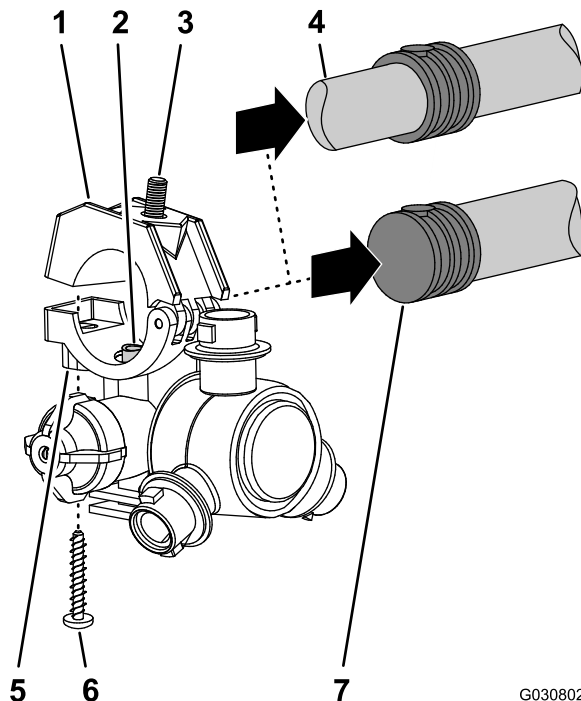

Figura 121
5. Lavorando con gli 8 ugelli dell'irroratrice rimossi al passaggio 1, rimuovete le viti in acciaio inox (n. 12 x 1 1/4") che fissano le metà superiori delle fascette e i portagomma dentellati singolo o doppio (3/4") al corpo di ciascun ugello dell'irroratrice e rimuovete i portagomma dentellati (Figura 121).